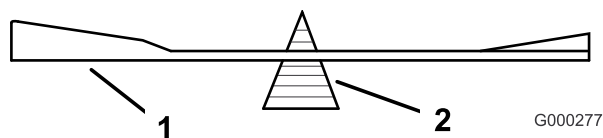

Figure 97
2. Vérifiez l'équilibre de la lame en la plaçant sur un équilibreur (Figure 97).